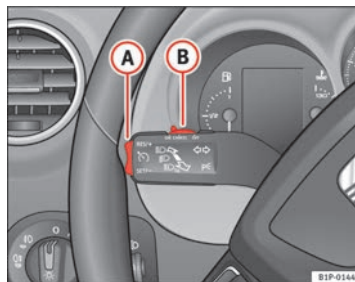

Abb. 133 Blinker- und Fernlichthebel: Schalter und Wippe für die Geschwindigkeitsregelanlage
- Drücken Sie den oberen Teil der Wippe **RES/+** ⇒ Abb. 133 **(A)**, um die Geschwindigkeit zu erhöhen. Solange Sie die Wippe gedrückt halten, beschleunigt das Fahrzeug. Sobald Sie die Wippe loslassen, wird die neue Geschwindigkeit gespeichert.
Wenn Sie die gespeicherte Geschwindigkeit durch Treten des Bremspedals verringern, wird die Geschwindigkeitsregelanlage deaktiviert. Sie können durch einmaliges Drücken des oberen Teils der Wippe **RES/+** ⇒ Abb. 133 **A** die Regelung wieder aufnehmen.